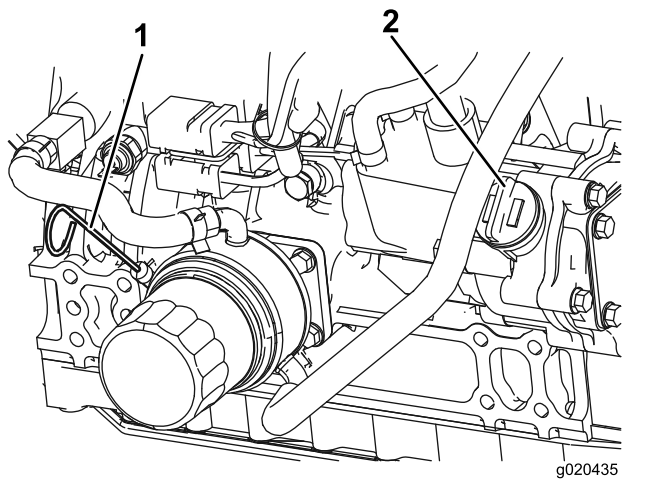

Bild 78
Der Ölstand sollte im sicheren Bereich liegen (Bild 78).
4. Wenn der Ölstand unter dem sicheren Bereich liegt, nehmen Sie den Fülldeckel ab (Bild 78) und gießen Sie genug Öl ein, um den Ölstand bis zur VOLL-Markierung anzuheben.